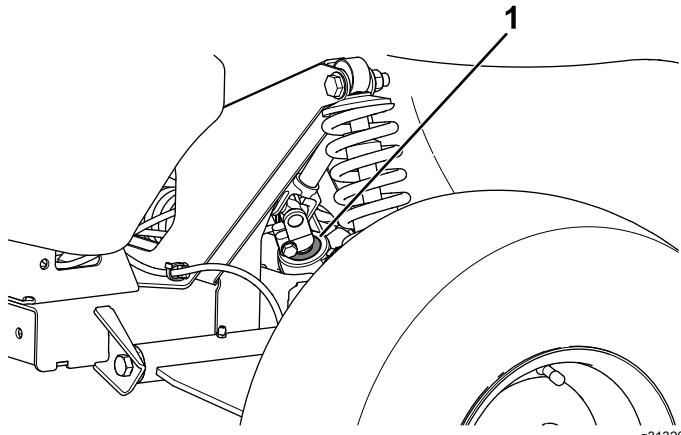

図 45
- 重要** ピニオンシャフトのシールの状態と磨耗程度を点検する 図 45。